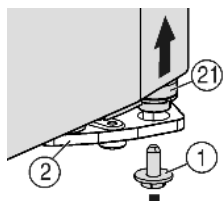
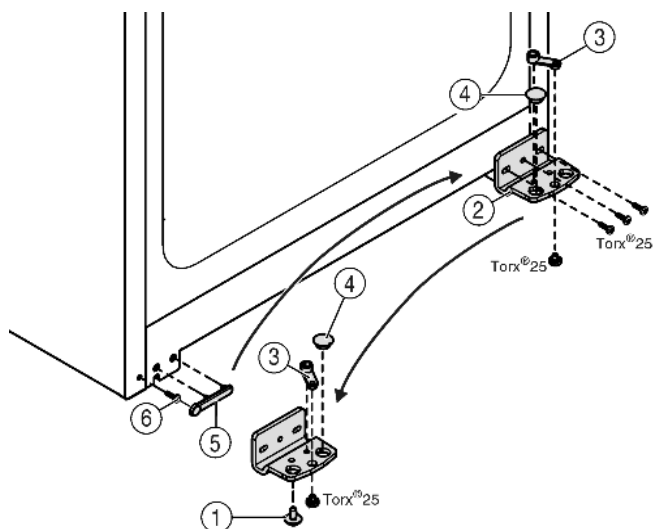

Fig. 4
Fig. 5
- ▶ Внизу справа на опорном кронштейне выкрутите фиксирующий винт Fig. 4 (1).
- ▶ Опорный палец Fig. 4 (21) можно извлечь из опорного кронштейна Fig. 5 (2).
- ▶ Если установочный винт Fig. 4 (21) не откручивается, его можно вынуть, нажав на него снизу.
- ▶ Открутите опорный кронштейн Fig. 5 (2).
- ▶ Открутите опорную деталь Fig. 5 (3) и, переставив в отверстие на противоположной стороне опорного кронштейна, снова прикрутите.
- ▶ Извлеките заглушку Fig. 5 (4) из опорного кронштейна и переставьте ее в отверстие на противоположной стороне опорного кронштейна.
- ▶ Осторожно снимите крышку со стороны ручки Fig. 5 (5).
- ▶ Выкрутите болт Fig. 5 (6) и вкрутите на противоположной стороне.
- ▶ Снова установите крышку Fig. 5 (5).
- ▶ Снова прикрутите опорный кронштейн Fig. 5 (2) на новой стороне шарнира (с моментом 4 Нм). При необходимости используйте аккумуляторный шуруповерт.
- ▶ Вкрутите фиксирующий винт *Fig. 4 (1)* внизу в опорный палец и затяните (с моментом 4 Нм).